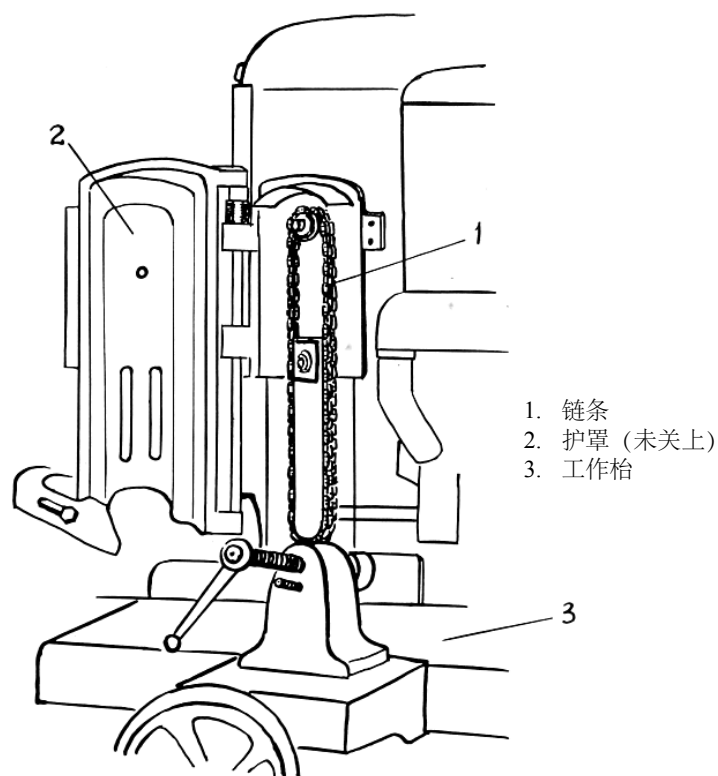

图12 链式制榫机的防护
4.6.1 使用链式制榫机进行的工作虽然相对简单，但亦不可忽视所涉及的风险。任何链式制榫机的链条须设置安全护罩。除了为进行工作而须外露的部分外，机器的所有其他部分必须稳固地加以遮栏。工作时必须用螺栓或夹具稳固工件，以防飞脱。（参阅图 12）